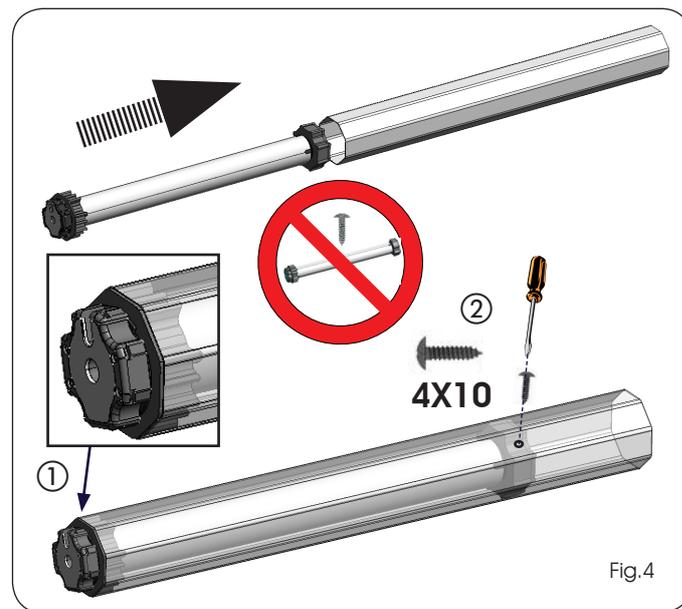

Fig.4
- 3) Introduire le moteur tubulaire assemblé à l'intérieur du rouleau, du côté opposé à la calotte, jusqu'à ce que l'adaptateur à couronne soit complètement à l'intérieur du rouleau (Fig. 4 réf. ①).
- 4) Fixer l'adaptateur à roue au rouleau avec une vis autotaraudeuse 4x10 introduite dans le trou réalisé précédemment d'après la figure 4 réf. ②.